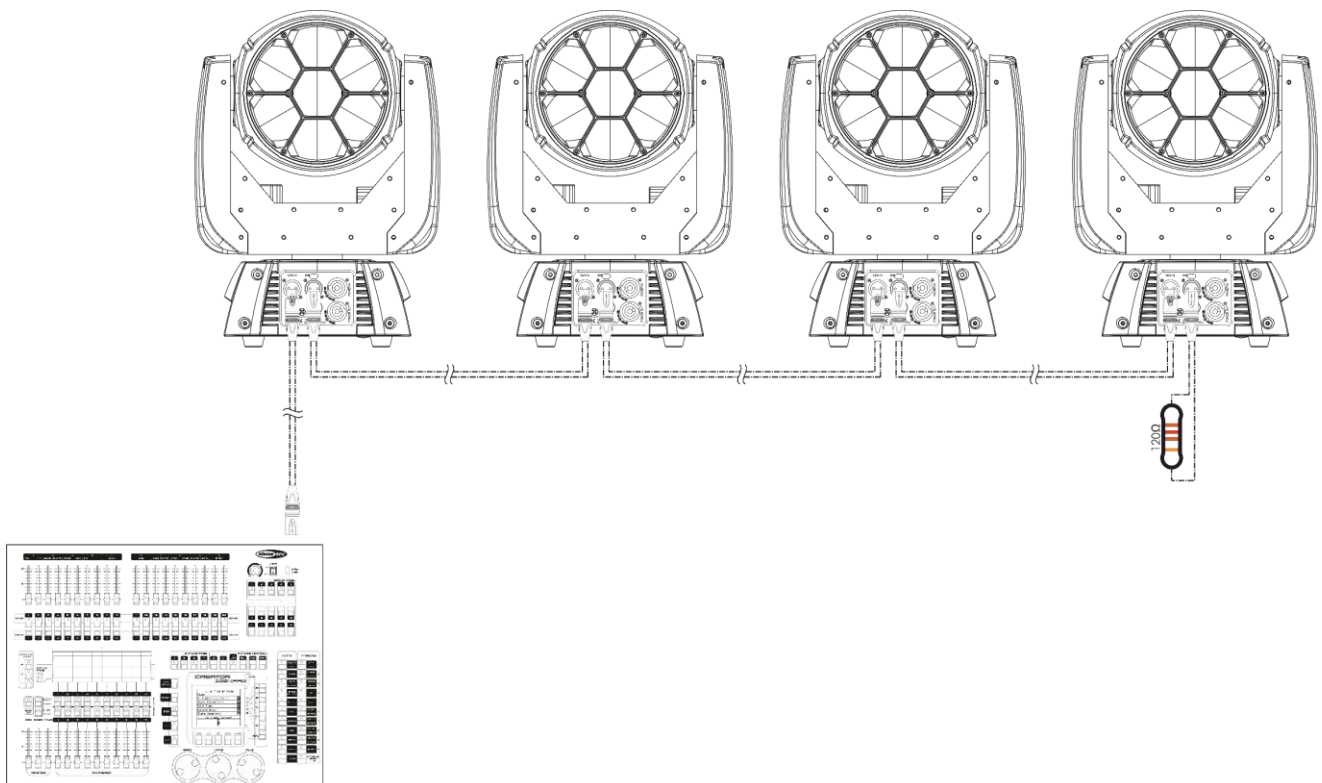

Abb. 05
- 05) Verbinden Sie die Geräte wie in Abb. 05 abgebildet. Verwenden Sie ein DMX-Datenkabel, um den Ausgang (OUT) des ersten Geräts mit dem Eingang (IN) des zweiten Geräts zu verbinden. Wiederholen Sie diesen Vorgang, um das zweite, dritte und vierte Gerät ebenfalls zu verbinden.